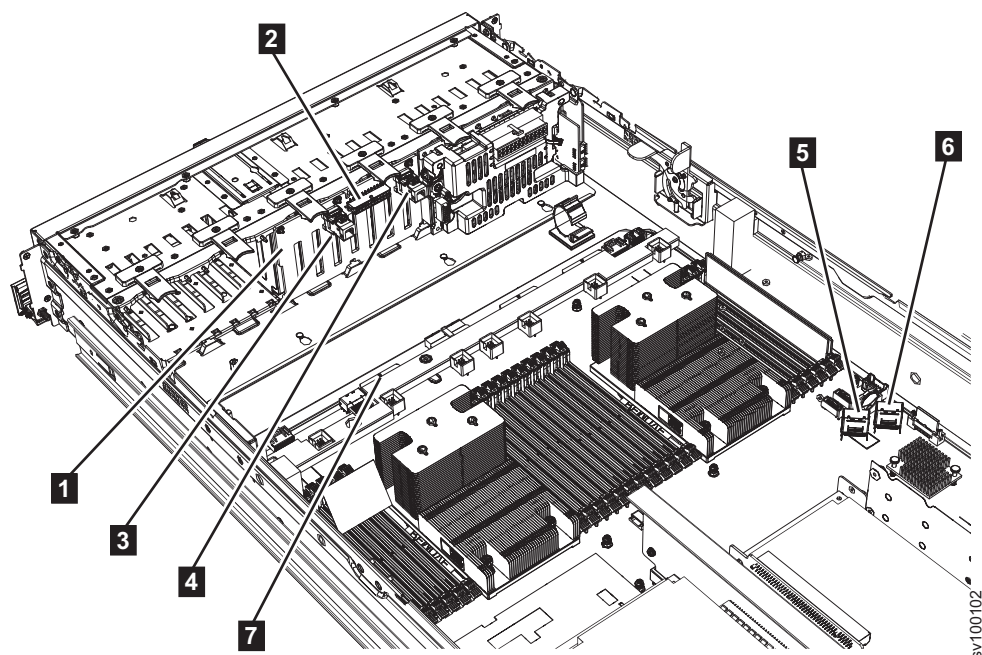

図 90. 2145-SV1 SATA ドライブ・バックプレーンおよびコネクタ
9. SATA ドライブ・バックプレーンからすべてのケーブルを切り離します。 111 ページの図 90 は、SATA ドライブ・バックプレーンおよびコネクターのロケーションを示しています。